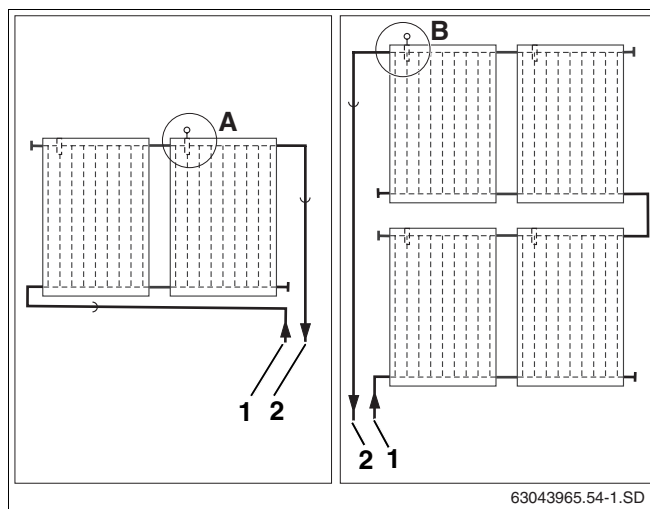

Fig. 50 Position de montage de la sonde de capteur (représentation schématique)
Respectez la position de montage des systèmes de capteurs à une ou deux rangées (fig. 50).
La sonde de capteur doit être montée dans le capteur avec la conduite de départ raccordée (fig. 50, **pos. 2**).
- Position de montage (fig. 50, **pos. A**) sur les systèmes de capteurs à une rangée et conduite de départ à droite.
- Emplacement de montage (fig. 50, **pos. B**) sur les systèmes de capteurs à deux rangées et conduite de départ à gauche.